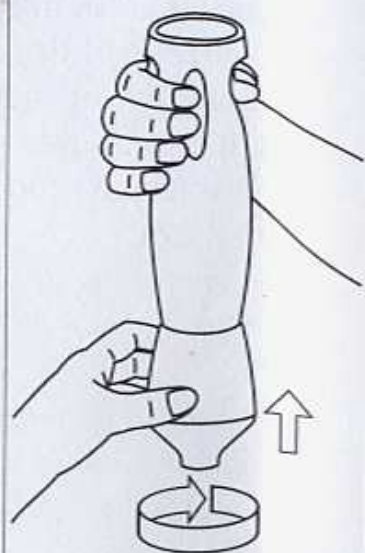

Fig. 2
Il fonctionne en accouplant à l'appareil le bras réducteur (G) en le vissant dans le sens inverse des aiguilles d'une montre (Fig. 2).